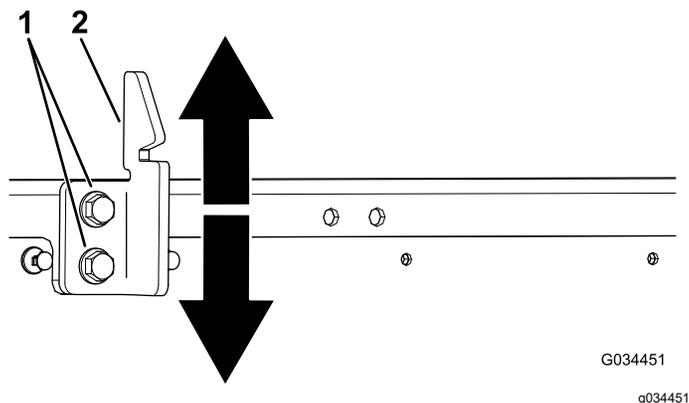

Figura 67
3. Allentate i 2 bulloni sul gancio di chiusura del pianale e spostate il gancio su o giù, a seconda se è troppo alto o troppo basso (Figura 67).
4. Serrate i 2 bulloni sul gancio di chiusura del pianale (Figura 67).